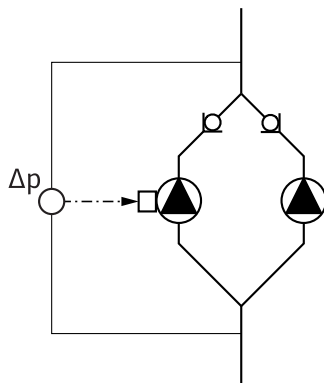

Fig. 18: 예: 차압 센서 연결부
- Fig. 18의 예에서의 마스터 펌프는 유량 진행 방향 좌측에 위치한 펌프입니다. 이 펌프에 차압 센서를 연결하십시오.
- 마스터 펌프에서의 차압 센서 측정 지점은 듀얼 펌프 시스템의 흡입면과 압축면에 있는 각각의 매니폴드에 위치해야 합니다(Fig. 18).